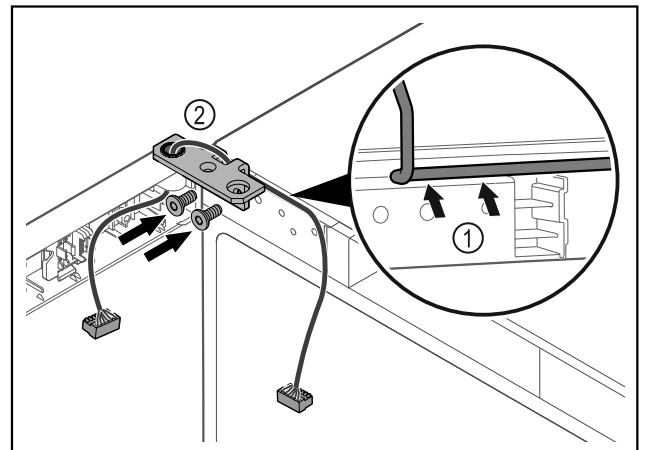

Fig. 40
- ▶ Kabel door de uitsparing van de scharnierhoek leiden en voorzichtig monteren Fig. 40 (1).
- ▶ Scharnierhoek Fig. 40 (2) vastschroeven.